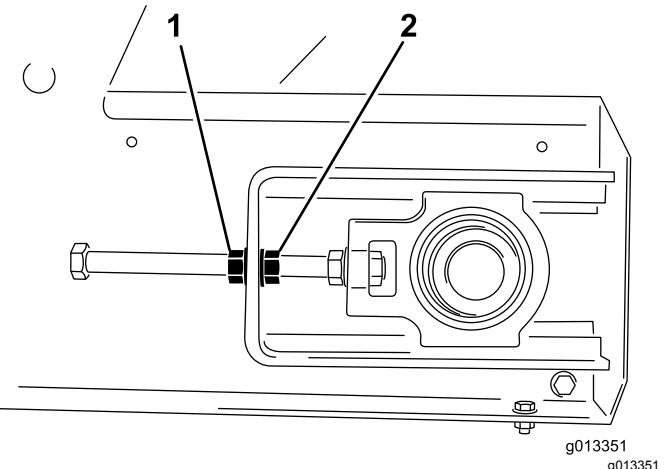

Figura 55
- Con 2 chiavi, tenete ferma l'estremità dell'asta del dispositivo di tensione e poi allentate il dado di bloccaggio, ovvero il dado più vicino all'estremità dell'asta (Figura 55).
- Sul lato verso cui il nastro è spostato, tenete ferma l'estremità dell'asta del dispositivo di tensione, poi allentate il dado di bloccaggio e serrate il dado di regolazione di 2 facce (Figura 55).